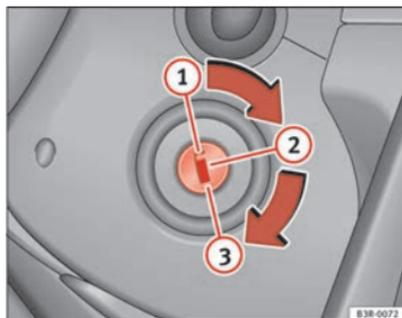

Abb. 148 Stellungen des Zündschlüssels
- Drehen Sie den Zündschlüssel in Position ① ⇒ Seite 180, Abb. 148.